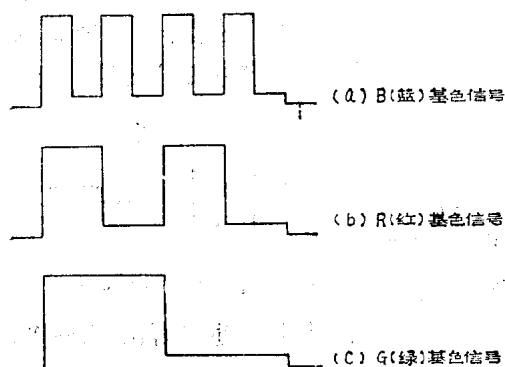

图 1-1-10 三个色度信号
在矩阵电路中，由色差信号放大级送来的三个色差信号 $(R-Y)$ 、 $(B-Y)$ 、 $(G-Y)$ ，和亮度信号 (Y) 相加而得出 R (红)、 B (蓝)、 G (绿) 三个色度信号，如图 1-1-10 所示。